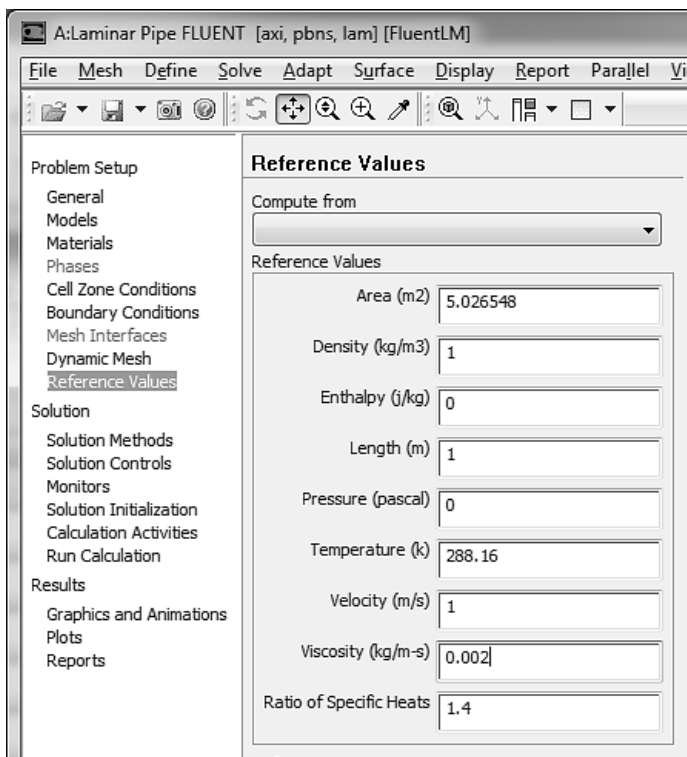

Рис. 1.55
- 5) Переходим в раздел Problem Setup. Выбираем подраздел Reference Values, рис. 1.55.